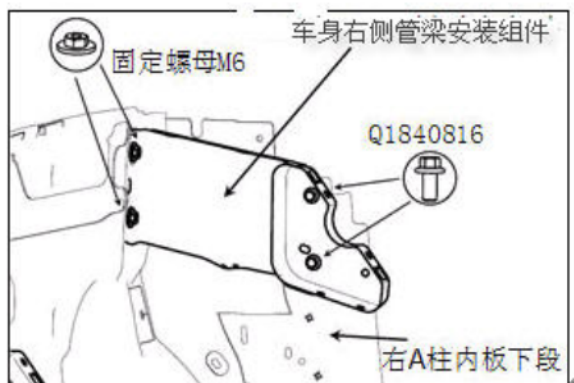

图 4.1.17.1 车身左侧管梁安装组件安装点
1、拆卸前应了解安装组件的结构及各紧固件位置 (见图 4.1.17.1、图 4.1.17.2) ;